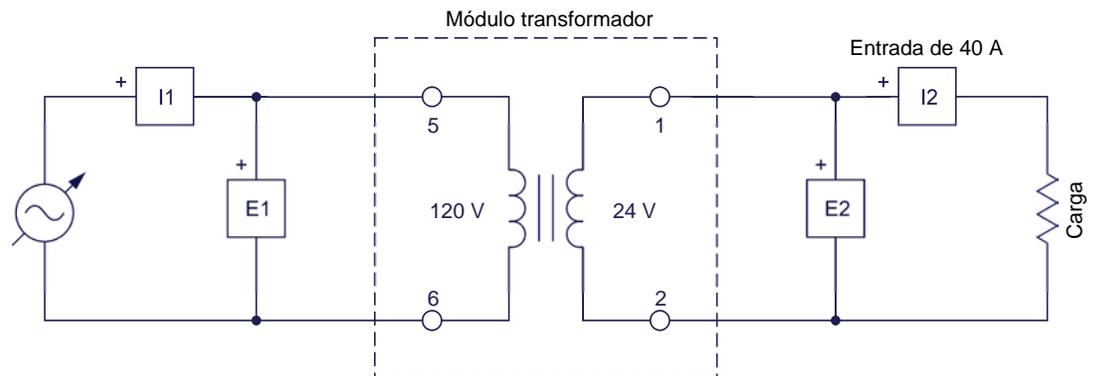

Figura 9. Transformador reductor de 120 VA conectado a la carga de baja resistencia disponible en el módulo **Alternador/Controlador del aerogenerador**.
32. Arme el transformador reductor de 120 VA mostrado en la figura 9. No conecte aún al circuito la carga resistiva, es decir, los resistores de carga del módulo **Alternador/Controlador del aerogenerador**. De esta manera, la resistencia de carga en el secundario del transformador es infinita.
En el módulo **Alternador/Controlador del aerogenerador**, conecte los tres resistores de carga de $15\ \Omega$ en paralelo. Luego, conecte la carga resistiva resultante de $5\ \Omega$ al circuito, como se muestra en la figura 9.